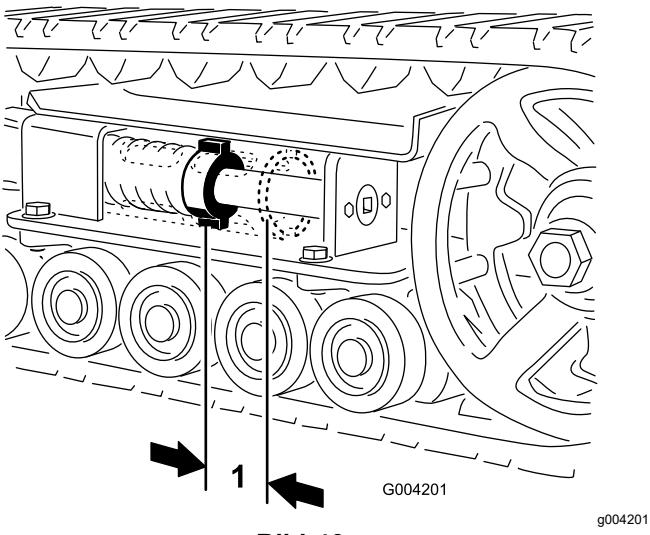

Bild 46
Der Abstand zwischen der Spannungsmutter und der Rückseite des Spannungsrohrs sollte 7 cm sein (Bild 46). Stellen Sie ansonsten die Kettenspannung wie folgt ein:
5. Drehen Sie die Spannschraube mit einer Ratsche ($\frac{1}{2}$ ") nach links, bis der Abstand zwischen der Spannmutter und der Rückseite des Spannungsrohrs 7 cm beträgt (Bild 46).
12. Drehen Sie die Spannschraube nach links, bis der Abstand zwischen der Spannmutter und der Rückseite des Spannungsrohrs (Bild 46) 7 cm beträgt.
18. Drehen Sie die Spannschraube nach links, bis der Abstand zwischen der Spannmutter und der Rückseite des Spannungsrohr (Bild 46) 7 cm beträgt.